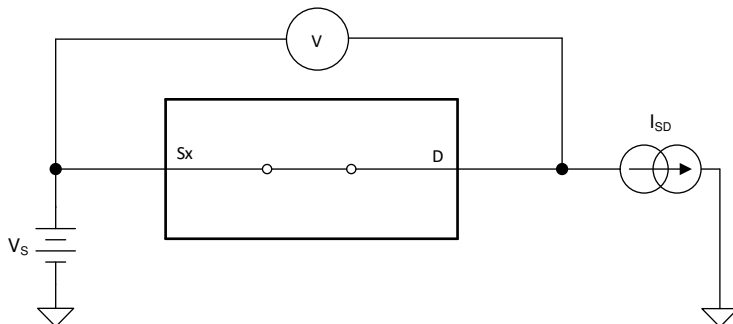

图 7-1. 导通电阻测量设置
器件的导通电阻是器件源极 (Sx) 和漏极 (D) 引脚之间的欧姆电阻。导通电阻随输入电压和电源电压的变化而变化。符号 R_{ON} 用于表示导通电阻。下图显示了用于测量 R_{ON} 的测量设置。电压 (V) 和电流 (I_{SD}) 通过此设置进行测量, R_{ON} 的计算方法如图 7-1 所示, $R_{ON} = V/I_{SD}$: